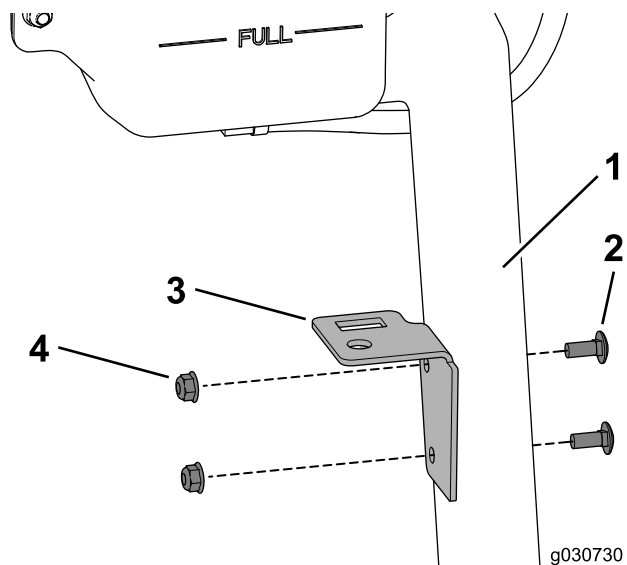

图33
1. 使用 2 个托架螺栓 (5/16 x 3/4 英寸) 和凸缘螺母 (5/16 英寸)，将水箱面板固定到冷却液瓶支架上 (图33)。